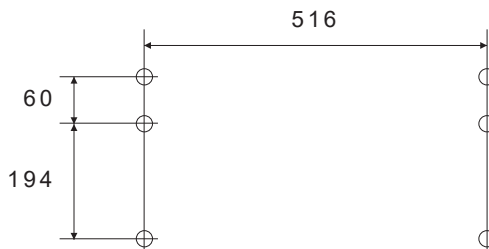

Abb.5
1. Die sechs einstifte werden auf die faltenplatte gemacht und gemacht, mit einem 6pcs M4\*35 auf einem anheizgerät. Siehe bild 5 und 6.